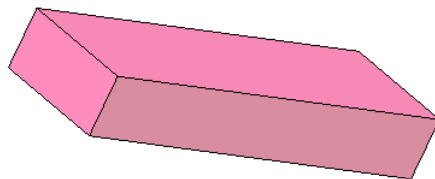
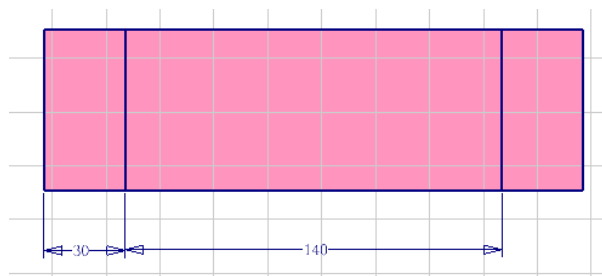

图 7-26 拉伸生成零件基座部分
图 7-27 支撑部分的拉伸草图
退出草图环境，进入零件特征环境下。单击【模型】标签栏【创建】面板上的【拉伸】工具按钮，选择步骤 02 中绘制的矩形作为拉伸截面轮廓，设置拉伸深度为 30，单击【确定】按钮完成拉伸，形成零件基座部分，如图 7-26 所示。
①在步骤 03 中拉伸出的长方体的长 200、宽 60 的表面上新建草图，进入草图环境后，单击【草图】标签栏【绘图】面板的【矩形】工具按钮，绘制如图 7-26 所示的矩形，注意矩形的两条长边与步骤 03 拉伸得到的矩形的长边在草图中的投影重合。选择【尺寸】工具为其添加尺寸标注，如图 7-27 所示。